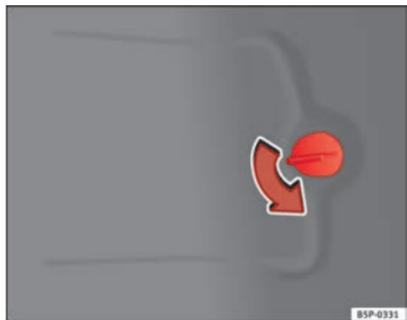

Abb. 186 Rücklichter an der Karosserie
- Öffnen Sie den Deckel am Seitenteil des Gepäckraums ⇒ Abb. 186.